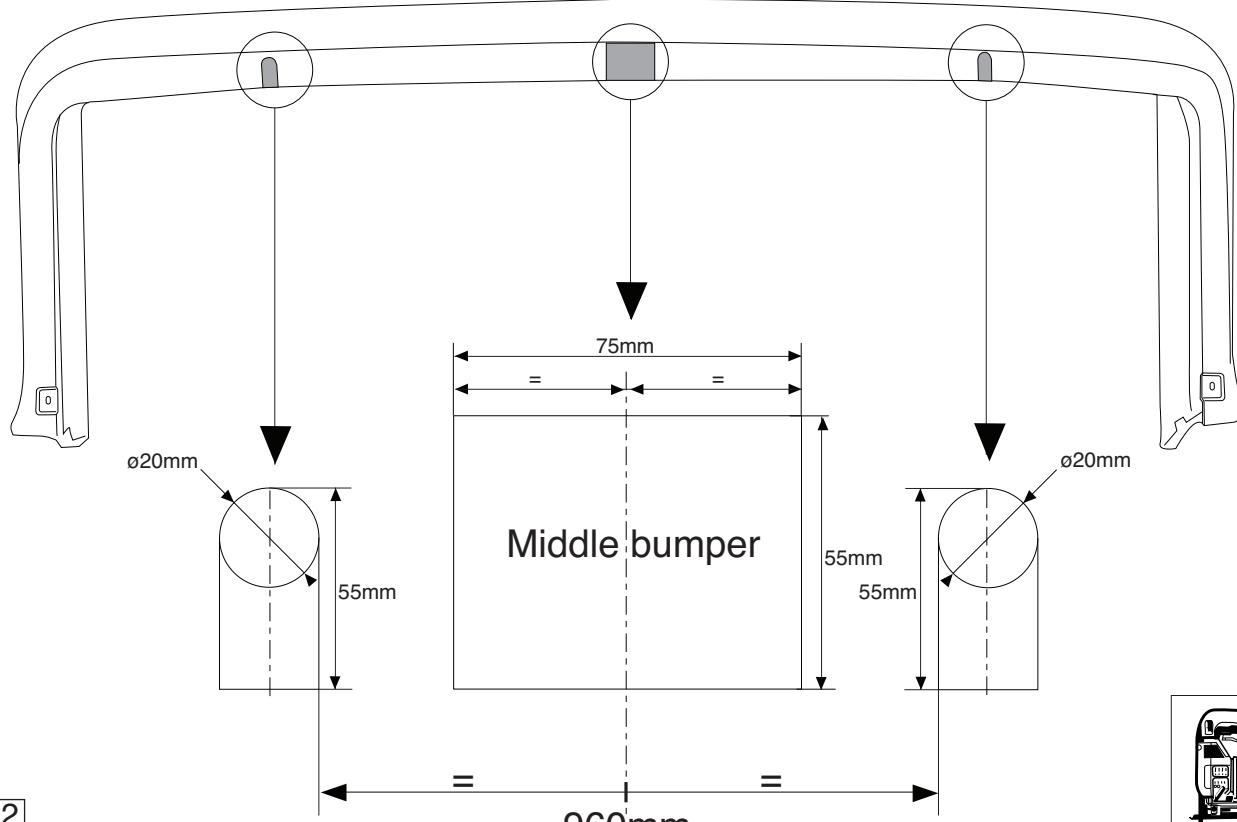

Fig.2
7. Saw out the portions as indicated in fig. 2 or 2a.
7. Gemäß Abb. 2 oder 2a die angegebenen Teile heraussägen.
7. Scier les parties indiquées conformément à la figure 2 ou 2a.
- Såga ut delarna enligt fig. 2 eller 2a.